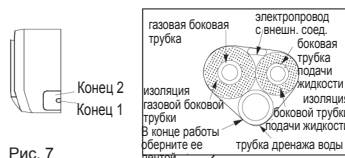

Рис. 7
1. При ориентации труб и проводов с левой или правой стороны комнатной установки, при необходимости отрежьте концы от шасси (см. Рис. 7).